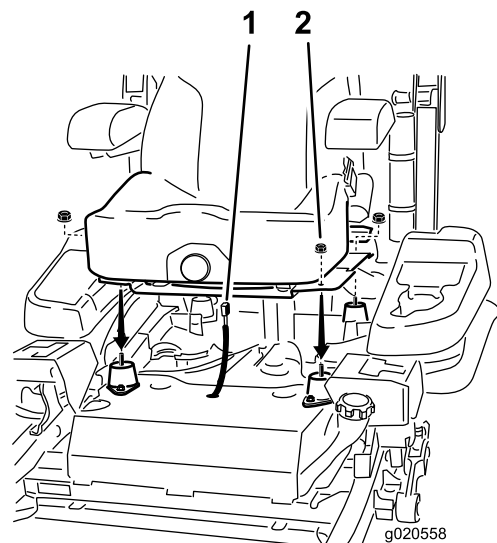

Figure 13
5. Rebranchez le connecteur du faisceau au contacteur de siège situé sous le siège, vers l'avant (Figure 13).
10. Fixez le siège sur le châssis de la machine avec les écrous retirés précédemment (Figure 13).